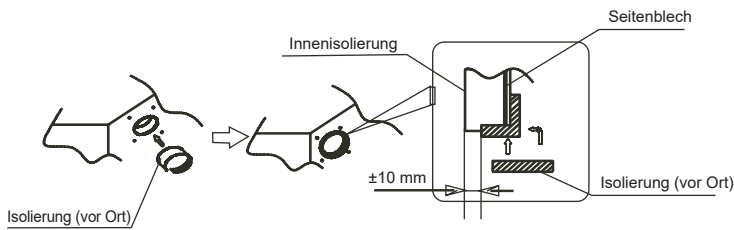

Abb. 5-5
- Die Isolierung eng anliegend um die Öffnung des Geräts herum anbringen (siehe die Abbildung). Die Enden von Seitenblech und innerer Isolierung müssen ohne Luftspalt an allen Seiten der Öffnung anliegen. Sicherstellen, dass die Innenfläche der Isolierung fest an der Kante der Isolierung und dem Seitenblech anliegt. (Siehe Abb. 5-5)